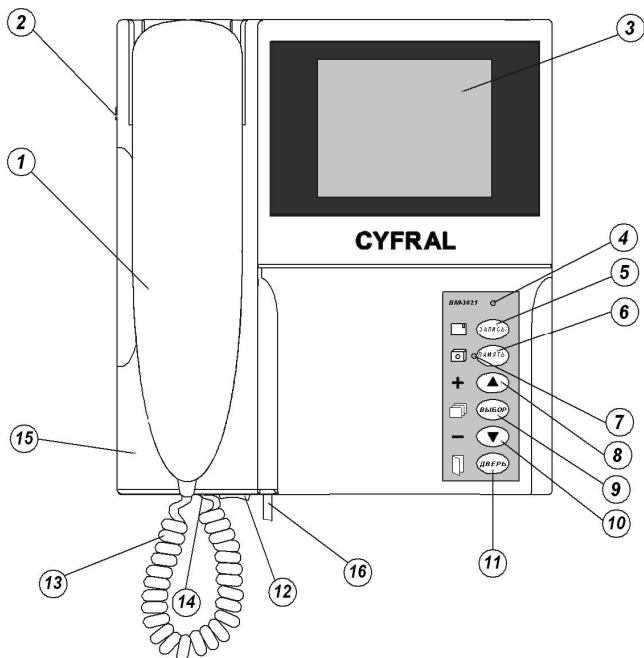

Рисунок 1. Расположение органов управления видеомонитора
8. Присоедините витой шнур 13 трубки, установите трубку 1 на крышку 15 (см. рисунок 1).
9. Вставьте штепсельную вилку видеомонитора в розетку питания 220 В, включите видеомонитор (переключатель 12 - см. рисунок 1).
7. Присоедините витой шнур 13 трубки, установите трубку 1 на крышку 15 (см. рисунок 1).
12. Вставьте штепсельную вилку видеомонитора в розетку питания 220 В, включите видеомонитор (переключатель 12 - см. рисунок 1).
При первом включении видеомонитора произведите его настройку. Выбор функции для настройки производится с помощью экранного меню. Для входа в меню нажмите и удерживайте кнопку 9 (**ВЫБОР**) (см. рисунок 1) до появления на экране 3 надписи "Общ.Настр.". Перемещайте курсор по пунктам меню последовательными нажатиями кнопки 8 (**▲**) или 10 (**▼**). После выбора нужного пункта кратковременно нажмите кнопку 9 (**ВЫБОР**) для входа в следующее меню или для изменения значения. Для увеличения значения выбранной функции нажимайте кнопку 8 (**▲**), для уменьшения – кнопку 10 (**▼**). Для выхода из текущего меню или регулировки кратковременно нажмите кнопку 11 (**ДВЕРЬ**).